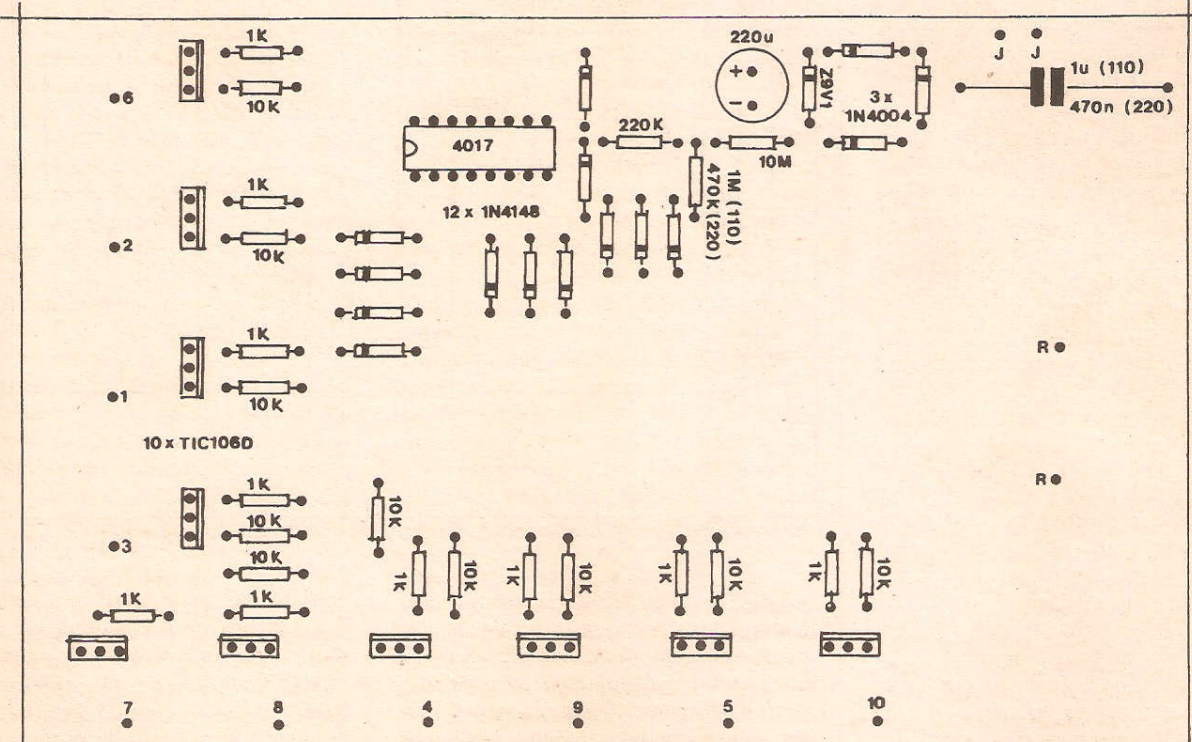
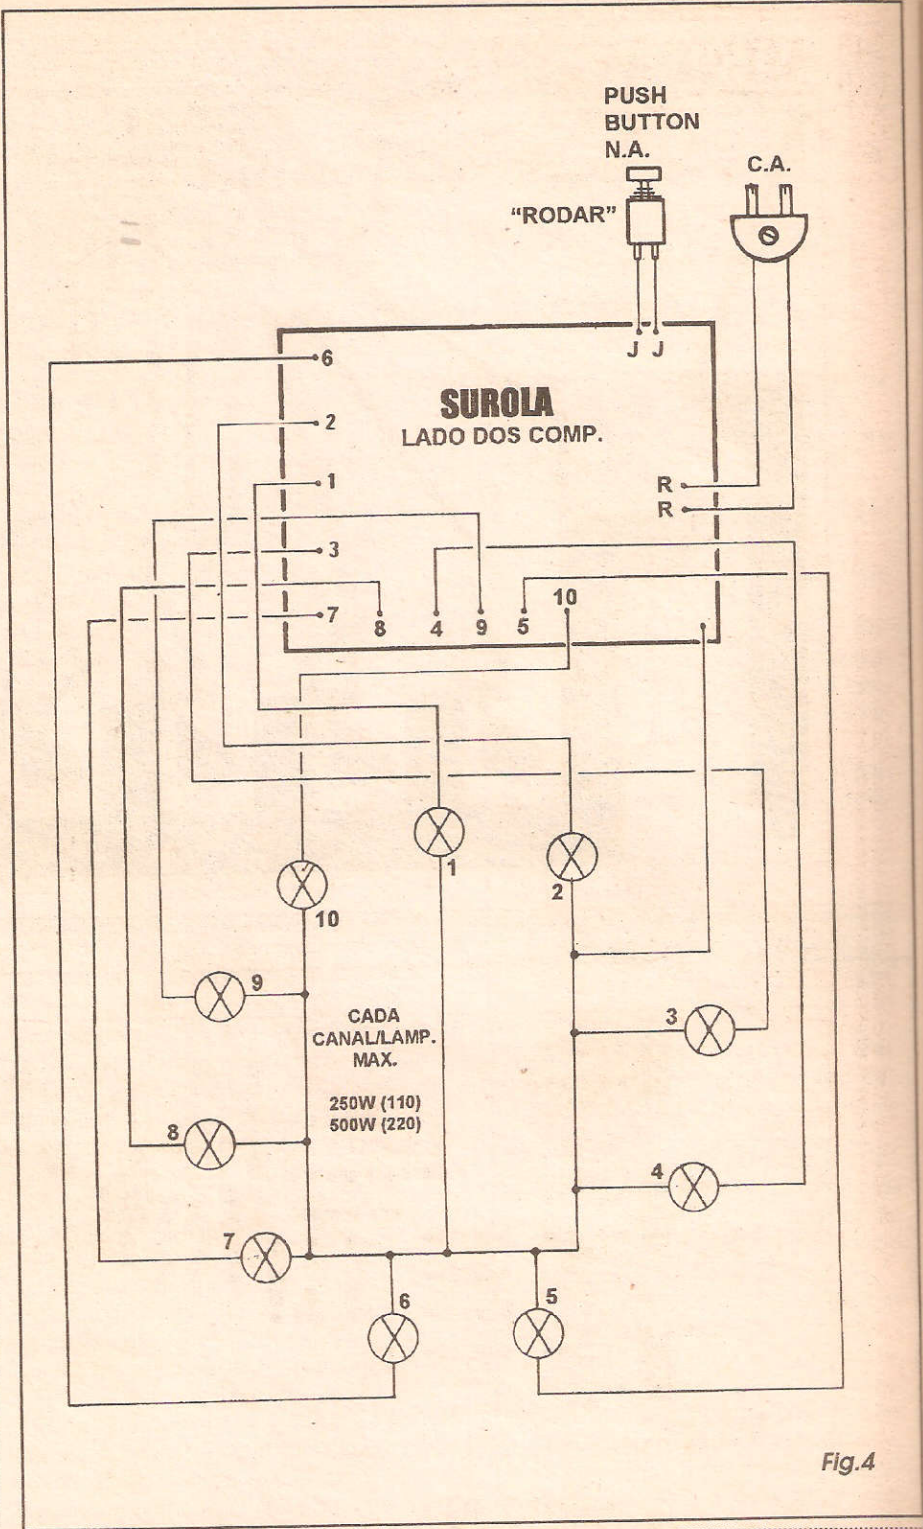

Fig.3
Fig.4
- **FIG. 3 - CHAPEADO DA MONTAGEM** - A face não cobreada da placa mostra, com todos os necessários detalhes, informações quanto a códigos de componentes, valores, polaridades e posições das peças... Notar que *muitos* dos componentes são *polarizados*, exigindo posição única e certa para inserção e soldagem à placa... Qualquer inversão no posicionamento ou orientação dos terminais de tais peças, redundará no *não funcionamento* do circuito, em danos ao próprio componente, e até em perigosas *queimas* de trilhas e ilhas cobreadas (nunca esquecendo que estaremos lidando com níveis consideráveis de energia, em vários setores da placa/circuito...). Então, vamos analisar, um a um, tais componentes polarizados e as informações quanto ao seu posicionamento:
- FIG. 4 - CONEXÕES EXTERNAS À PLACA / INSTALAÇÃO GERAL DO SUPER-ROLETÃO... - Observar no diagrama anterior (FIG. 3) que várias ilhas/furos, todos codificados com letras ou números, foram deixados aparentemente sem ligação... Destinam-se tais pontos justamente às conexões externas à placa, agora detalhadas:
Obviamente que, se a idéia for mesmo elaborar uma roleta gigante, a disposição circular do conjunto de lâmpadas é praticamente obrigatória, conforme indica o diagrama da FIG. 4... É bom notar que os números de 1 a 10 atribuídos aos canais/lâmpadas referem-se unicamente à *ordem* de acionamento ou de sequenciamento da manifestação luminosa (sendo que a qualquer momento, *apenas uma* das 10 lâmpadas, se manifestará acesa, esteja a roleta *rodando* ou *parada*...). Na prática, nada impede que algarismos, letras, símbolos, inscrições, etc., sejam atribuídos à vontade aos 10 pontos/resultados da roleta... Por exemplo: para usar o conjunto como um sorteador numérico, deverão ser atribuídos os algarismos de **0** a **9** às 10 lâmpadas, com o que *dezenas*, *centenas* ou mesmo *milhares* ou *dezenas de milhares* poderão ser extraídos dos resultados, bastando rodar a roleta várias vezes, uma para cada *casa* do resultado! Exemplo: rodando a roleta três vezes, e obtendo-se os resultados **9, 5 e 0**, respectivamente nos três lances, atribui-se à centena **950** o resultado final do sorteio, e assim por diante, com fáceis, óbvias e irrefutáveis adaptações...!